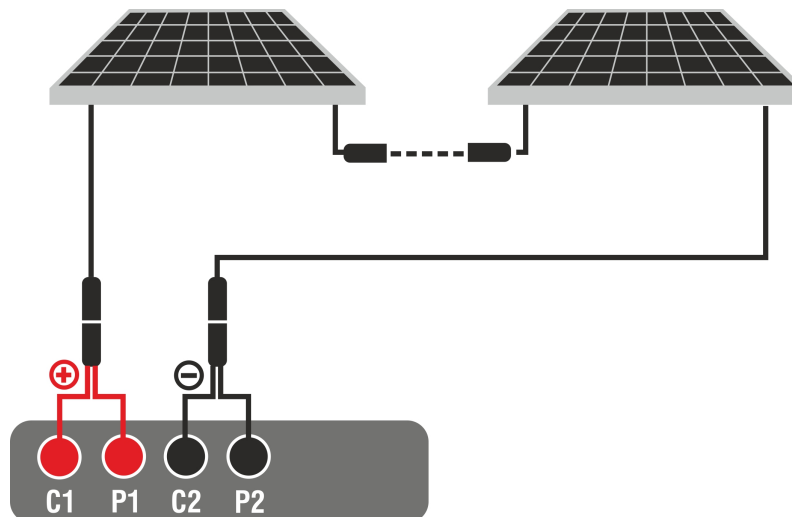

Abb. 57: Verbindung für IVCK Tests ohne Fernstation
3. Verbinden Sie das Instrument mit dem zu testenden Modul/String wie in Abb. 57 gezeigt. Verbinden Sie insbesondere den vom Modul/String ausgehenden Minuspol mit den Anschlüssen **P2, C2** und den vom Modul/String ausgehenden Pluspol mit den Anschlüssen **P1, C1**.